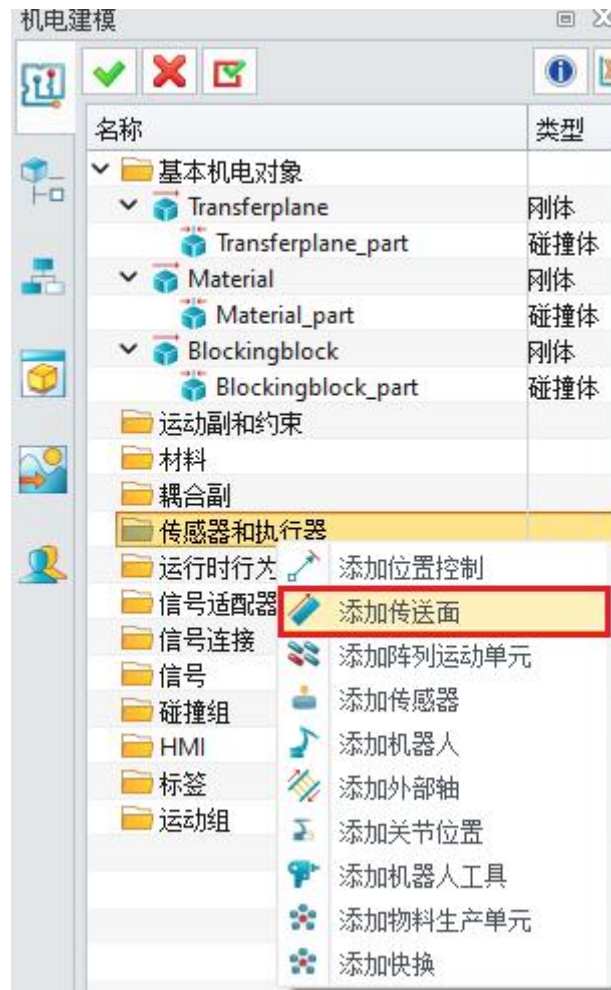

图 6-13: 传送面
- 右键单击“传感器和执行器”，然后选择“添加传送面”。（图 6-13）